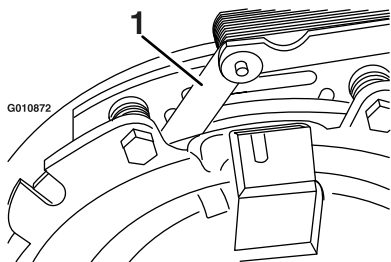
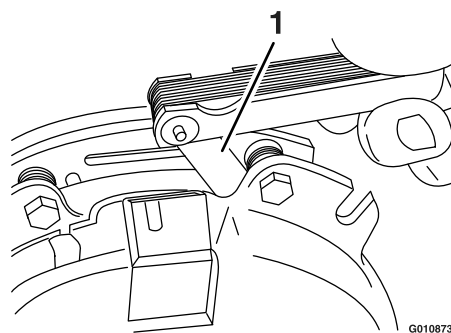

Figure 67
Figure 68
- E. A l'aide d'une jauge d'épaisseur de 0,25 mm (0,01 po), vérifiez qu'il existe un entrefer entre le rotor et la face de l'induit, de chaque côté du pôle de frein, comme montré à la Figure 67 et la Figure 68.